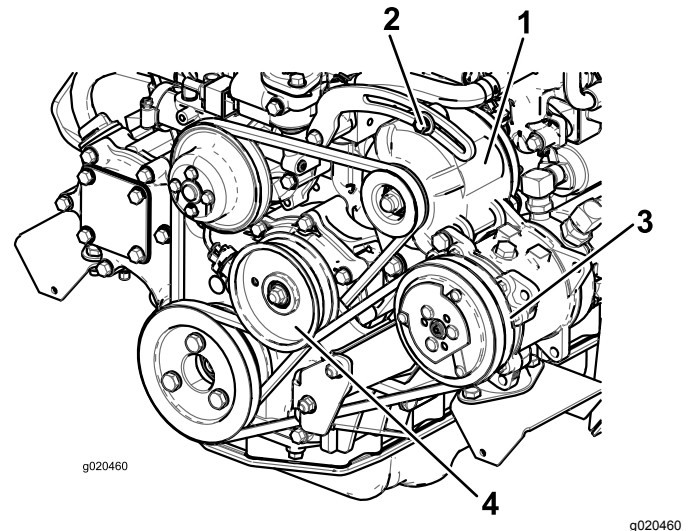

Figura 112
Si la desviación no es de 10 mm, afloje los pernos de montaje del alternador (Figura 112).
- Si la desviación no es de 10 mm, afloje el perno de montaje de la polea tensora (Figura 112).